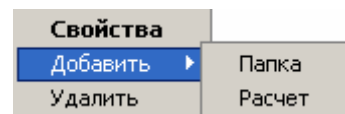

Рис. 3.2 Контекстное меню Папки.
- Нажать правую клавишу мыши и в контекстном меню папки (рис. 3.2) и выбрать команду **Добавить / Расчет**.